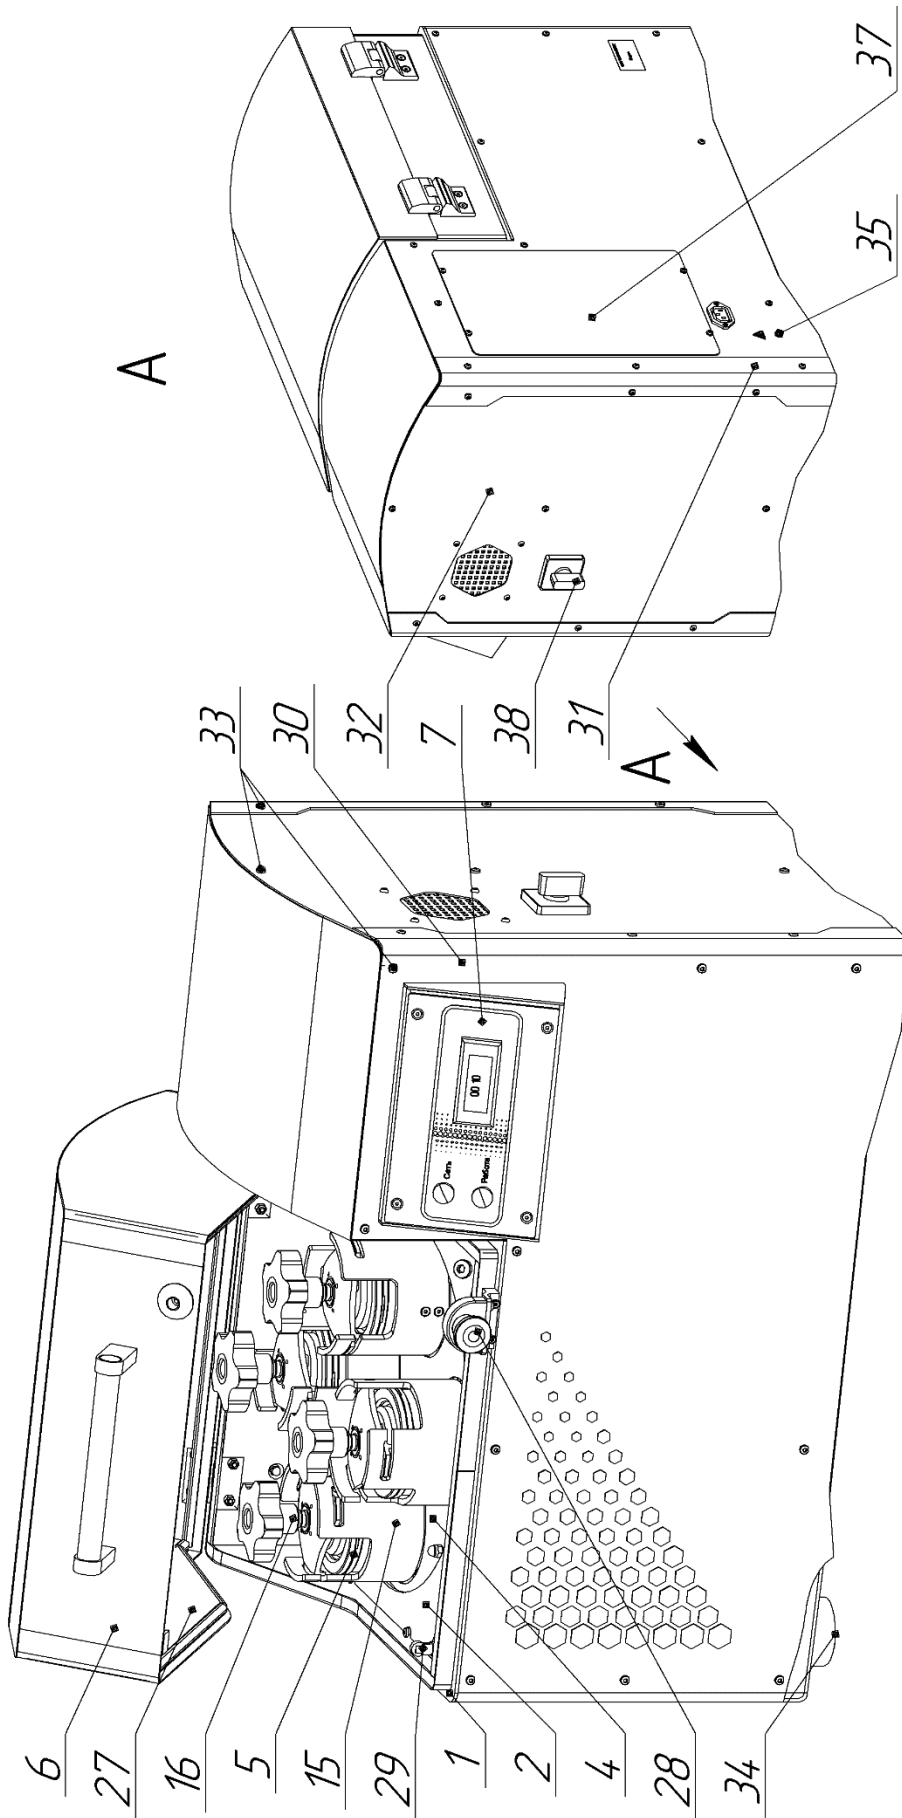

Рис. 1 Мельница планетарная МПП 1-4. Общий вид
- а. Демонтируйте лицевую панель 30 (Рис. 1), открутив винты 33;
- а. Демонтируйте переднюю лицевую панель 30 (Рис. 1), открутив винты 33;
их фиксаторами 16. Демонтируйте винты-заглушки из отверстий в плите 2 и установите рым-болты 36 (Рис. 5) с фторопластовыми шайбами 43. Винты-заглушки установите в пазы кронштейна, расположенного в задней части Мельницы ниже крышки. Закройте крышку 6 (Рис. 1) и зафиксируйте ее положение защелкой 28.